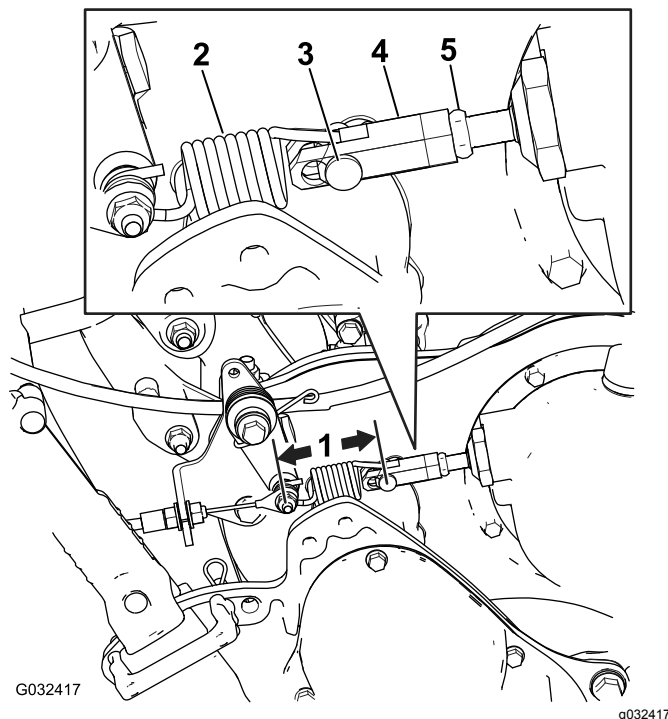

図 49
2. 走行コントロールのスプリングの両端にあるピンとピンの距離 図 49 が 7.37.6cm にならない場合は、以下の手順でクラッチの調整を行う。
- B. ターンバックルについているジャムナットをゆるめてクレビスピンを外し、ターンバックルからスプリングを外す 図 49。
- F. 走行コントロールのスプリングの両端にあるピンとピンの距離 図 49 が 7.37.6cm になるまで、ステップ AF を繰り返す。